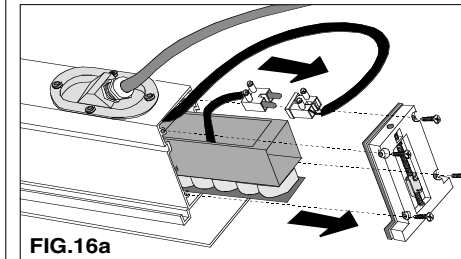

FIG.16a
- Sfilare parzialmente dal corpo il gruppo lampade completo di dissipatore e sganciare il morsetto a 2 poli ad innesto rapido per liberare il modulo LED. **FIG.16a**
- Take partially off the lamp group with dissipator from the structure and release the clamp with 2 poles with fast connector in order to release the led module. **FIG.16a**
- Enlever partiellement de la structure le group de lampe avec dissipateur et détacher la borne 2 pôles à connexion rapide pour libérer la platine led. **FIG.16a**
- Die Lampe mit Wärmesenke aus dem Körper teilweise ausziehen. Die doppelpolig Steckklemme loslassen um die Steckplatte zu freigeben. **FIG.16a**